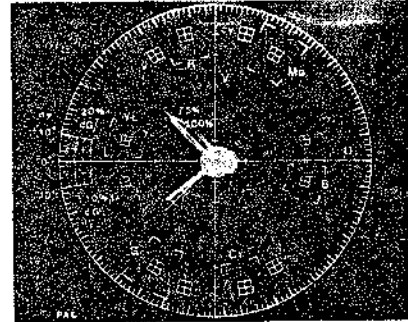

Abb. 4-12 Rot-/Blausignalgewinn
4. Den BLU GAIN Regler (RM1101-11) und den RED GAIN Regler (RM1101-12) so abgleichen, daß der helle Abschnitt des Vektors in der Mitte des Vektorskop-Bildschirms erscheint (siehe Abb. 4-12).
Abgleich mit Vektorskop (Abb. 4-12)